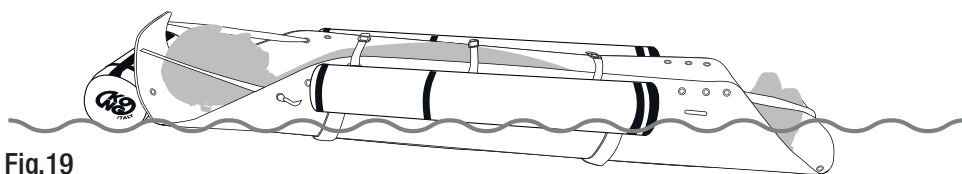

Fig.19
Spinta di galleggiamento Verificato con l'utilizzo del kit opzionale 880020300KK FLOK-IT (fig. 19):	400 N (~40 kg)
- **Trasporto in acqua (fig. 19)** mediante il kit 880020300KK FLOK-IT (P)